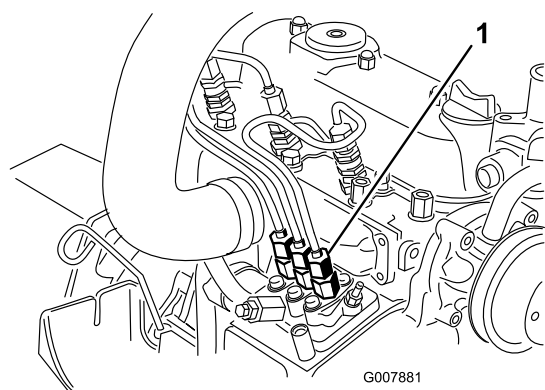

Figura 42
1. Coloque um tapete por baixo da tubagem que sai da bomba de injeção para o bico injetor n.º 1 conforme ilustrado em Figura 42.